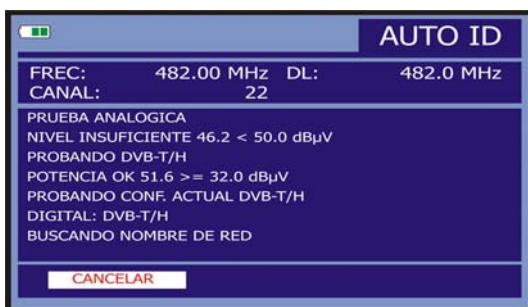

Figura 53.- Identificación automática de la señal.
4. Introducir los parámetros manualmente para enganchar la señal a analizar o bien pulsar la tecla  [25] (Identificación automática) para la identificación automática de la señal (Figura 53.-).